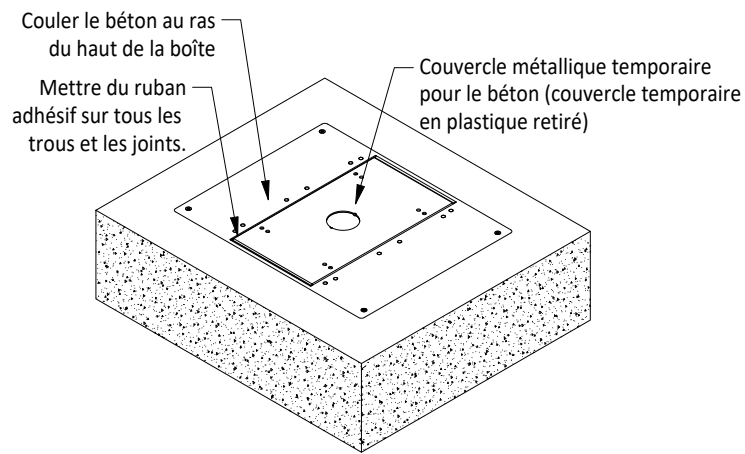
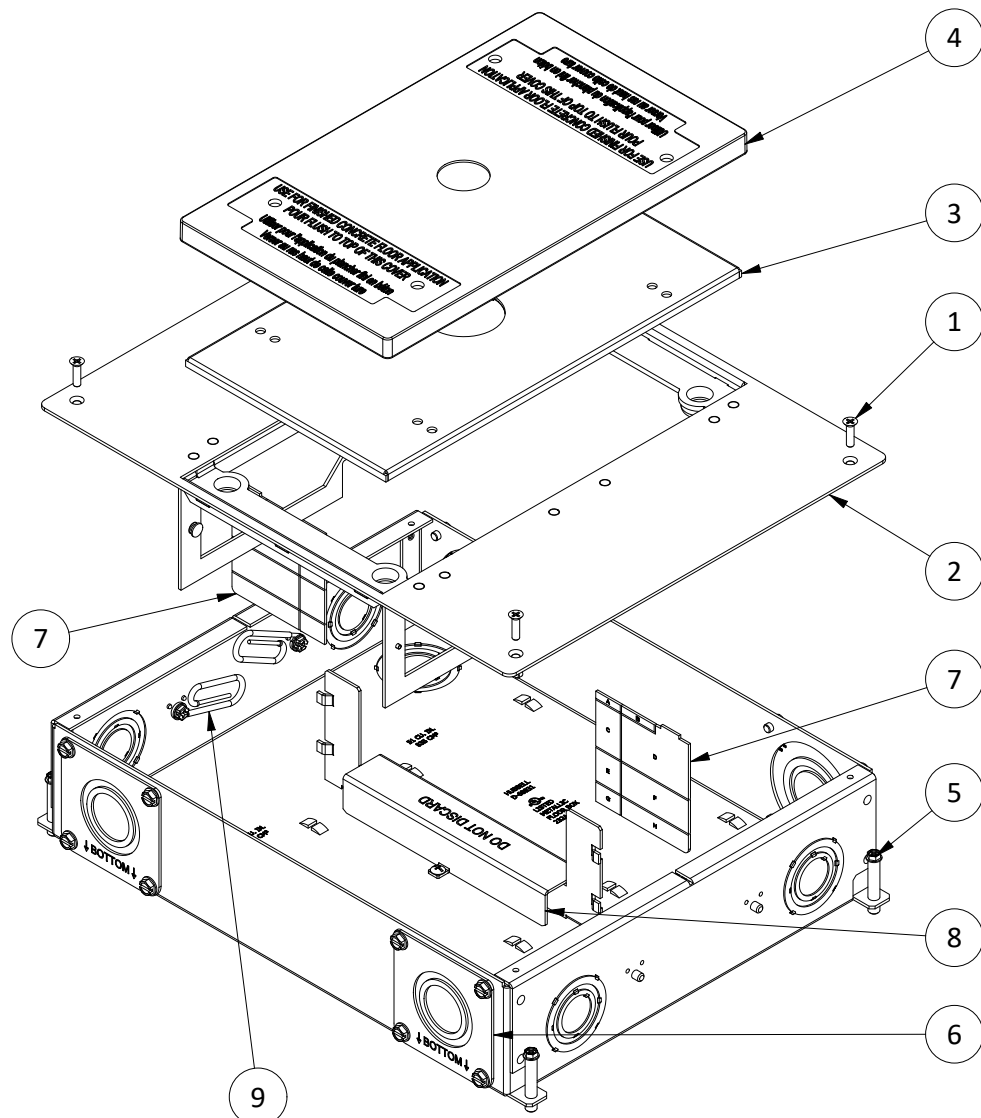

FIGURE 1 - Configuration de pré-coulée sans couvercle de plastique.
FIGURE 3
AVANT LA COULÉE DU BÉTON, CONSULTER LES FIGURES 1, 2, 3, A, B, C, D, E et F.
Consulter les Figures 1 ou 2 pour la configuration des couvercles pour béton. Pour le montage des rebords de types AFFLEURANT ou À PLAT, consulter les Figures A, B, C, D, E et F.
- Monter les vis de mise à niveau [5] indiquées à la Figure 3. Mettre la boîte à niveau au besoin. S'assurer de régler la hauteur au sommet de la boîte ou du couvercle temporaire en plastique pour qu'elle soit au même niveau que celle du béton après la coulée.
- Pour l'alimentation de traversée du même côté, retirer les cloisons non-métalliques (7) basse tension au besoin.
- Utiliser du ruban adhésif ou autre pour sceller tous les joints et ouvertures à l'extérieur de la boîte. Consulter les Figures 1 et 2.